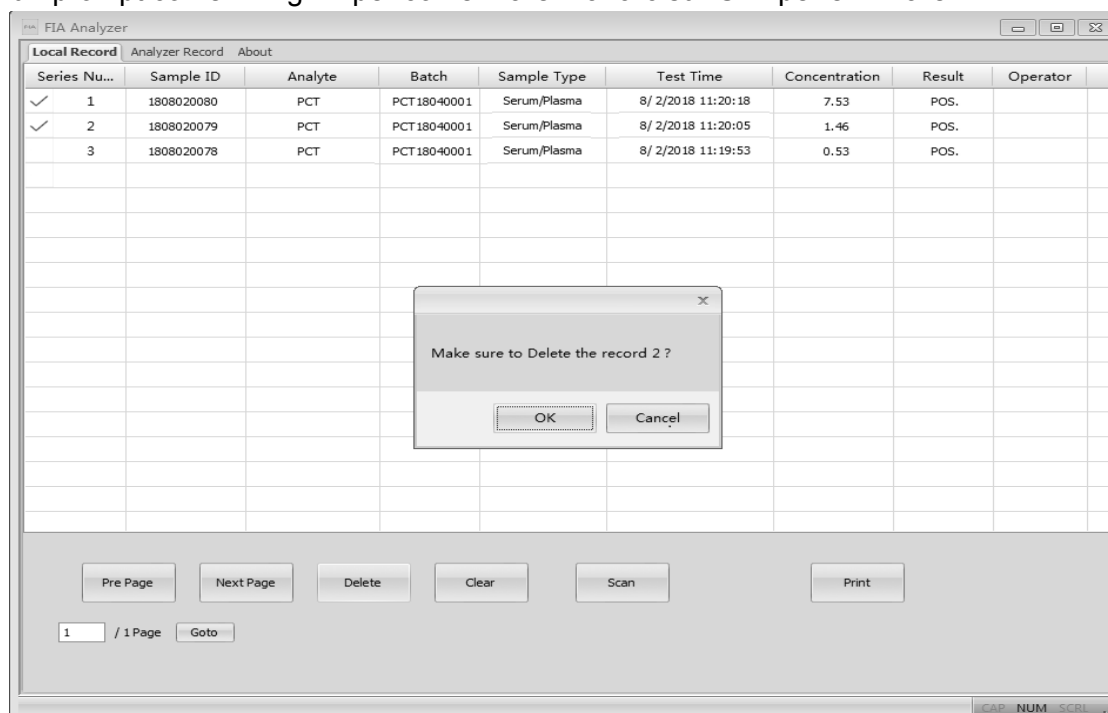

Fig 41
- "Delete": Selezionare gli elementi da eliminare e cliccare su "Delete", è possibile ottenere un prompt come in Fig 41 per confermare. Fai clic su "OK" per eliminare.